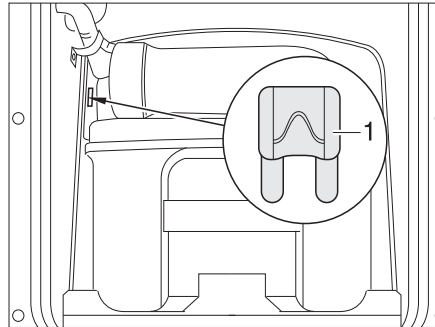
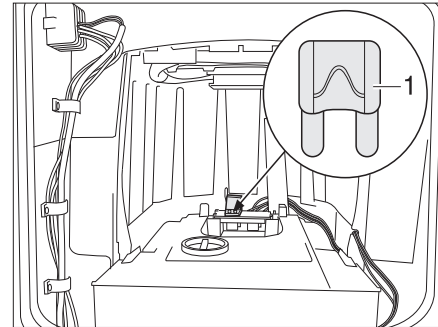

Fig. 202 Fusible des toilettes Thetford
Fig. 203 Fusible des toilettes Thetford (alternative)
- Changer le fusible (Fig. 202,1 ou Fig. 203,1).